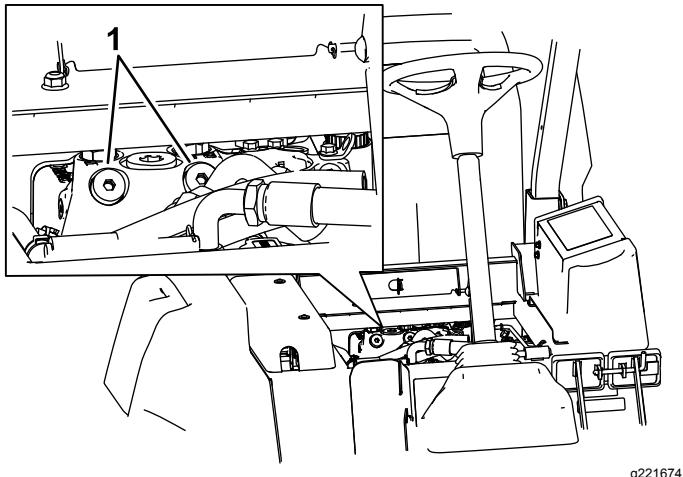

Figura 70
- As válvulas de derivação encontram-se sob a dianteira do depósito de combustível (Figura 70).